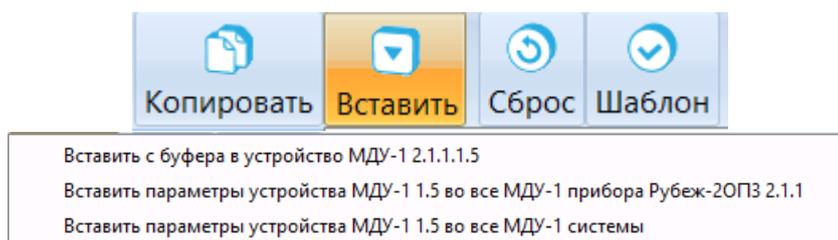

Рисунок 12.4 – Вкладка Конфигуратор, работа с полем параметров (кнопка «Вставить»)
- вставить параметры устройства из буфера обмена во все аналогичные устройства всех приборов системы (рисунок 12.4).